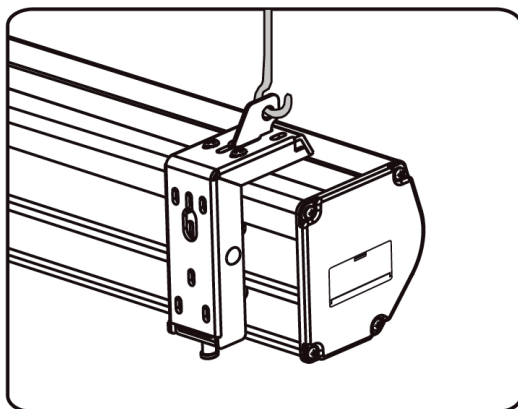

Figure 18
- Une fois les étapes 2 et 3 terminées, vérifiez que le support mural est correctement fixé au boîtier de l'écran avant de le suspendre. Suspendez l'écran aux crochets, tel qu'indiqué à la Figure 18.